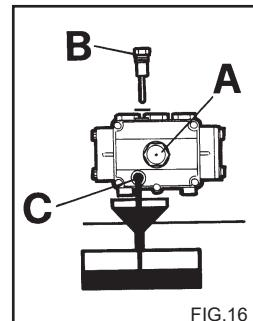

FIG.16
1) Skruva ur dräneringspluggen som är placerad under pumpen (fig. 16 C).
2) Skruva ur locket med oljestickan (fig. 16).